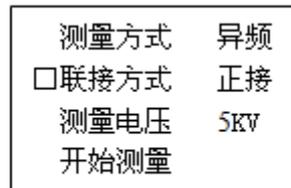

图 5 联接方式
2. 按“确认”键，光标进入“测量方式工频”，按“**↑**”、“**↓**”键，则调整为“测量方式异频”，按“退出”键，光标移至首位，再按“**↓**”键，将光标移至下一排“联接方式”前，见图 5 所示。